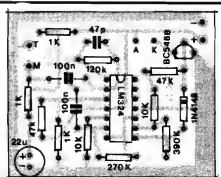

Fig.3
- FIG. 3 - "CHAPEADO" DA MONTAGEM - A placa, agora vista pelo seu lado não cobreado, mostra todos os principais componentes já devidamente posicionados, funcionando a figura como um eficiente "guia" de montagem ao Hobbyista. É só respeitar cada código, posição, valor e polaridade para que as inserções fiquem todas corretas e a montagem seja levada a bom termo... Os pontos mais importantes referem-se às posições do Integrado (extremidade marcada voltada para a localização do resistor de 120K), do transistor (lado "chato" voltado para a posição do resistor de 47K), do diodo (extremidade de catodo indicada pela faixinha ou anel em cor contrastante) e a polaridade do capacitor eletrolítico (nitidamente demarcada). Quanto aos demais componentes, o essencial é não "trocar as bolas", ou seja: observar com atenção os valores em função das localizações... Como sempre recomendamos, as soldagens devem ser feitas com ferro de baixa "wattagem", ponta fina, utilizando também solda de baixo ponto de fusão, evitando-se excessos ou falhas da liga da solda nos pontos e ilhas... Depois de tudo devidamente inserido e soldado, cada ponto, componente, valor, polaridade, posição, etc., deve ser conferido, para só então serem "amputados" os excessos de terminais, pelo lado cobreado...